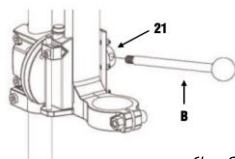

fig. 3
4. Vissez la poignée (B) à l'arbre d'alimentation (n° 21), puis serrez (fig. 3).